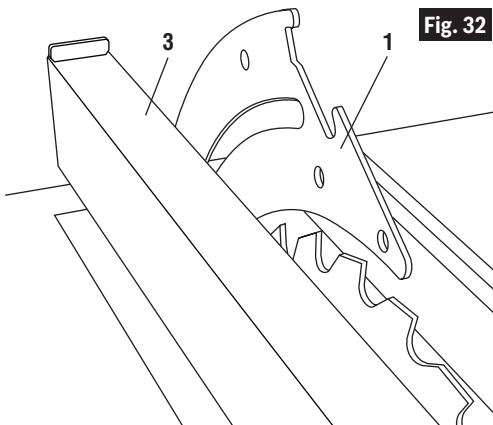

Fig. 32
contre la lame pour que le guide soit parallèle à la lame et effleure seulement les pointes des dents de la scie. Verrouillez le guide de refente et assurez-vous que la lame à l'avant et à l'arrière est toujours en contact avec le guide de refente (Fig. 32).
3. Placez le guide de refente **3** sur le côté gauche de la table. Faites glisser le guide de refente avec précaution contre la lame pour que le guide soit parallèle à la lame et effleure seulement les pointes des dents de la scie. Verrouillez le guide de refente et assurez-vous que la lame à l'avant et à l'arrière est toujours en contact avec le guide de refente (Fig. 32).